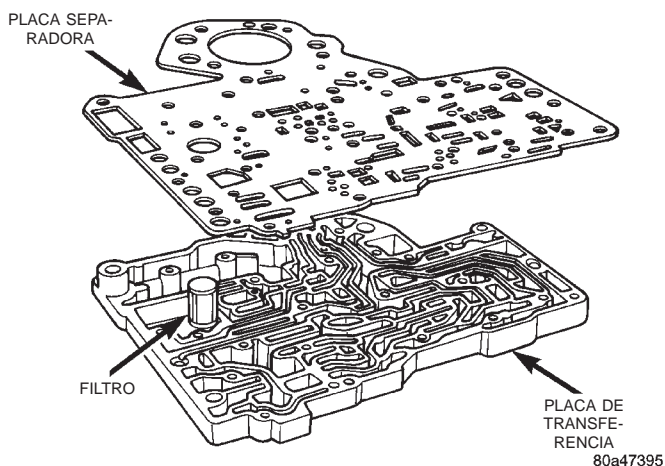

Fig. 57 Placas de transferencia y separadora
(23) Inserte el filtro en la abertura de la placa separadora (Fig. 57).
(24) Coloque la placa separadora en su posición en la placa de transferencia e instale los tornillos para fijar la placa separadora a la placa de transferencia (Fig. 57).